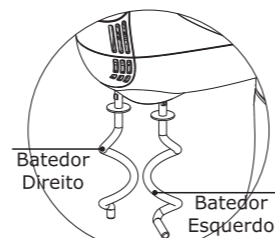

Fig.5
Ao instalar os batedores para massas pesadas (13) deve ser observada a posição correta para montagem dos mesmos (fig. 5). Observar as indicações localizadas nas laterais da unidade motora (2), próximas ao encaixe dos batedores.